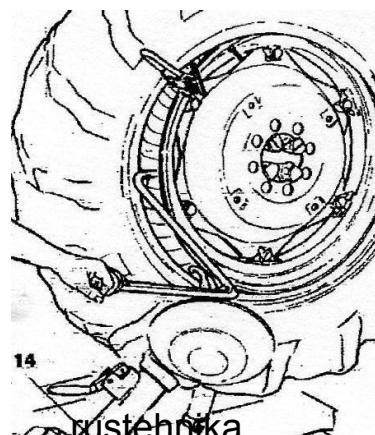

Рисунок 26
- Переместите рычаг устройства (поз. 14, Рисунок 26) в рабочее положение.
- Немного поверните рычаг по часовой стрелке, пока не сможете вставить рычаг отжима в предназначеннное для него углубление на крюке-бортотгибателе (см. Рисунок 26). Этот рычаг поставляется как опция.